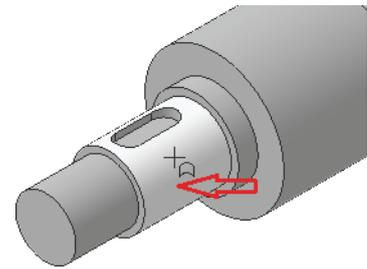

Рис. 7.21
- В окне модели укажите цилиндрическую грань, на которой нужно построить канавку (рис. 7.21).